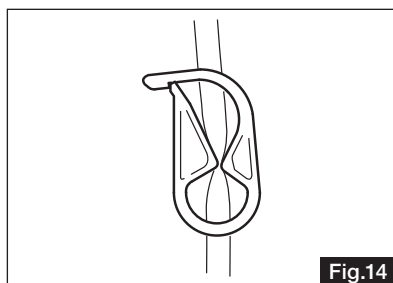

Fig.14
- 1) Chiudere il morsetto del tubo posizionato tra l'ago del tubo per l'irrigazione e la pompa di irrigazione (Fig. 14) .